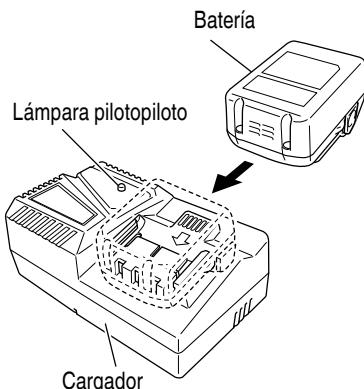

Fig. 4
- Inserte la batería en el cargador de baterías. Introduzca la batería firmemente en el cargador como se indica en la Fig 4.